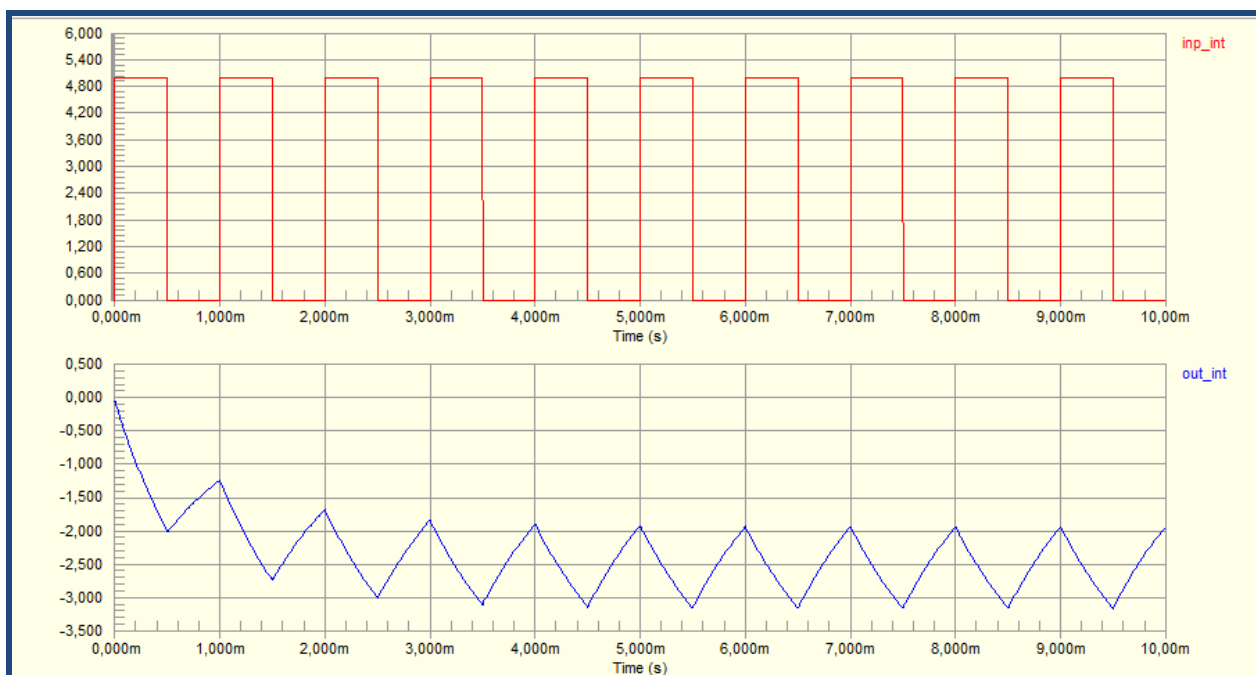

Рисунок 1.25 – Результаты моделирования схемы интегратора.
3. Задайте на входе импульсный сигнал заданной частоты амплитудой 5 В и убедитесь, что на выходе формируется пилообразный сигнал той же частоты (см. рисунок 1.25).